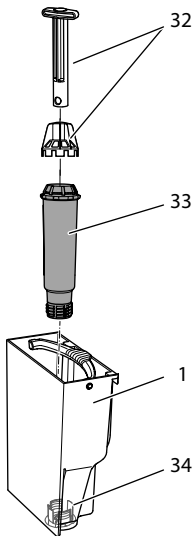

Fig. 19: Skru vannfilteret inn eller ut
- Fjern vannfilteret (se Fig. 19 på side 251).
9. Sett et nytt filter inn i vanntanken igjen (se Fig. 19).
3. Fjern vannfilteret (se Fig. 19).